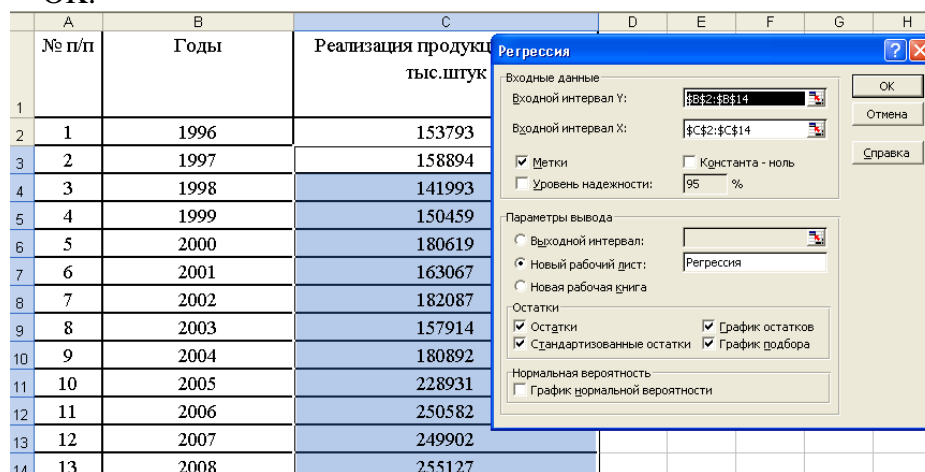

Рис.1. Диалоговое окно Регрессия подготовлено к выполнению анализа данных
- в диалоговом окне Анализ данных выберите инструмент Регрессия (рис.1), а затем щелкните на кнопке ОК;
- в диалоговом окне Регрессия в поле «Входной интервал Y» введите адрес одного диапазона ячеек, который представляет зависимую переменную. В поле «Входной интервал X» введите адреса одного или нескольких диапазонов, которые содержат значения независимых переменных (рис.1);